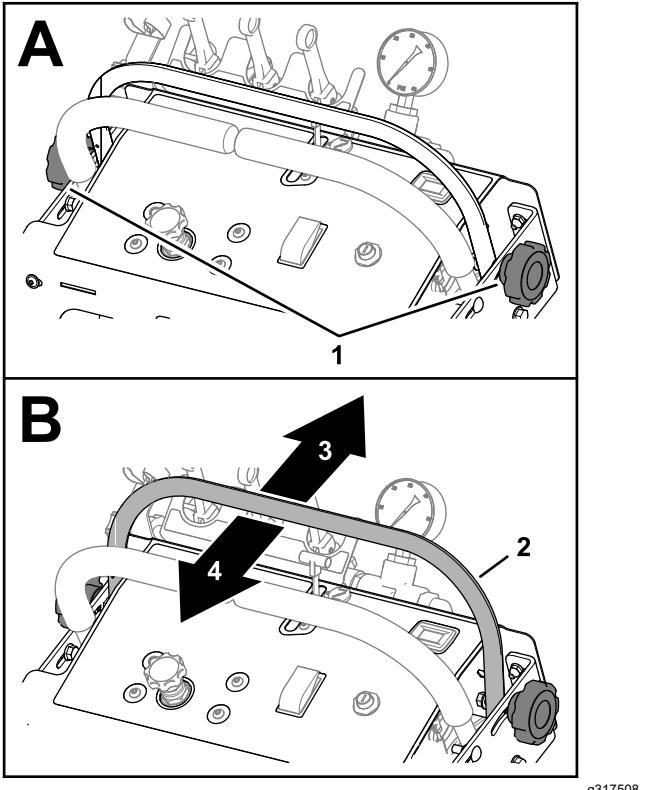

Figure 94
2. Desserrez les 2 boutons qui fixent la barre de commande de vitesse (Figure 94).
4. Resserrez les 2 boutons qui fixent la barre de commande de vitesse (Figure 94).